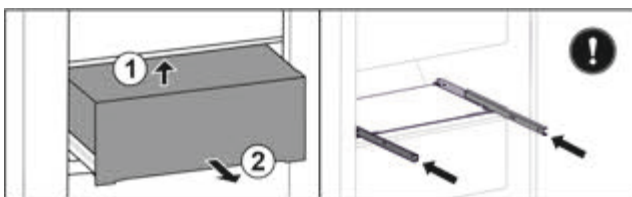

Fig. 99
- ▶ Підняти висувний ящик знизу назад. *Fig. 99 (1)*
- ▶ Вийняти висувний ящик рухом вперед. *Fig. 99 (2)*